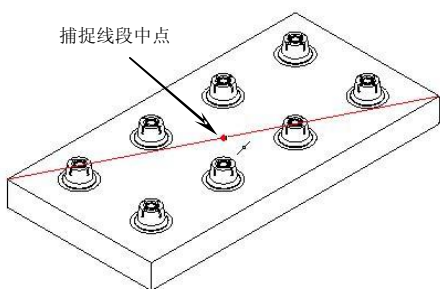
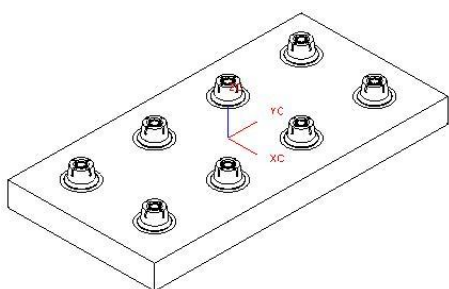

图5-20
图5-21
11. 选择型腔，在键盘上按 **Ctrl+T** 组合键弹出【变换】对话框，依次单击 **单击** 和 **至一点** 按钮，弹出【点构造器】对话框，捕捉线段中点，如图 5-20 所示，然后依次单击 **重置**、**确定** 和 **移动** 按钮将型芯移动到坐标系原点，如图 5-21 所示，单击 **取消** 按钮退出【变换】功能。